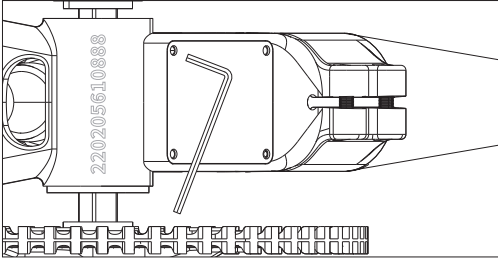

Figura 7-1
- Desfaceți cele patru șuruburi de pe capacul de lângă suportul de jos în sens antiorar, folosind o cheie Allen de 3 mm, apoi scoateți șuruburile și capacul, așa cum este arătat în [Figura 7-1].